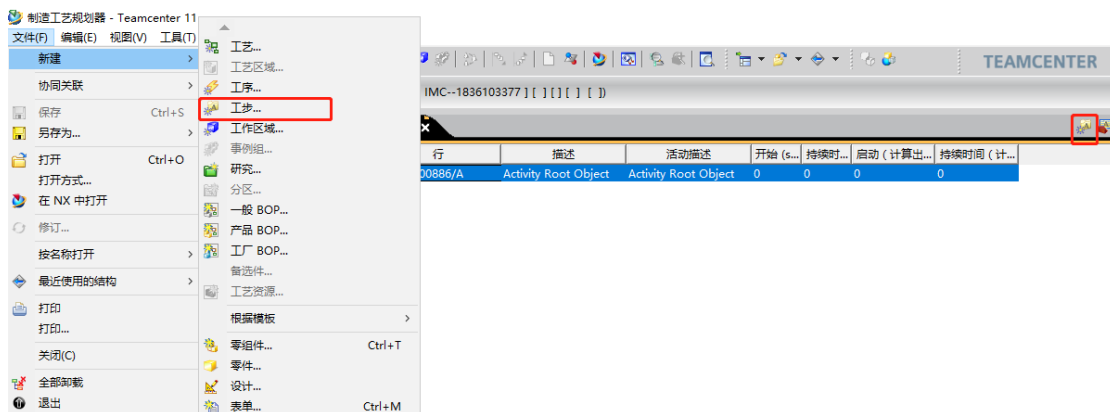

图 3
3) 在弹出的工步视图窗口中，通过文件->新建->工步，或者直接点击工步视图窗口中的“工步...”按钮来新建工步对象（如图 3）。